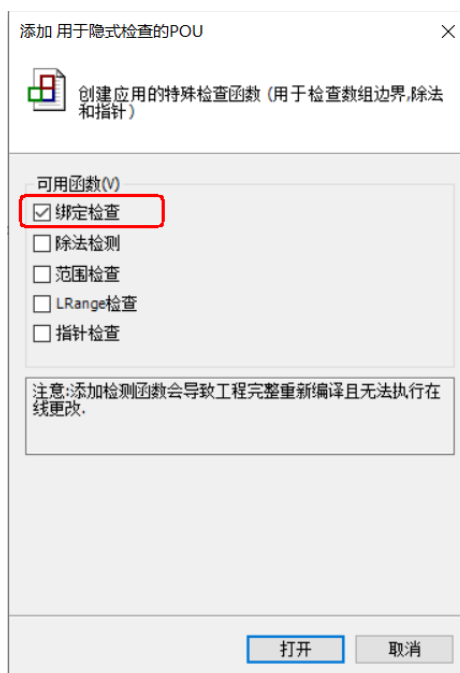

图 14.17 勾选“绑定检查”
- 2) 在弹出界面勾选“绑定检查”，点击“打开”，如图 14.17 所示；